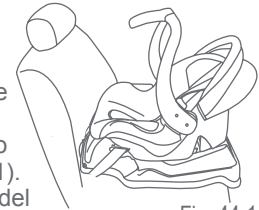

Fig. 44-1
1. **Asiento de Seguridad con base:** Asegurese de que el vehículo esté estacionado en terreno nivelado. Bloquee el Asiento de Seguridad sobre la Base y verifique que el Asiento de Seguridad esté nivelado de lado a lado sobre el asiento del vehículo (Fig. 44-1). Verifique que el Indicador del Ángulo del Asiento corresponda al peso de su niño.